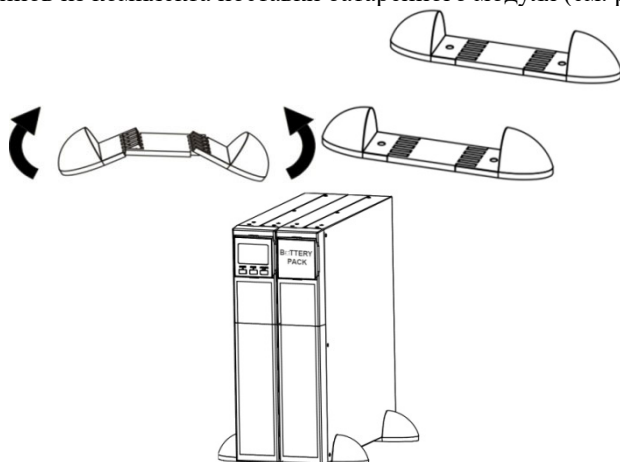

Рисунок 9 – Порядок установки ИБП совместно с БМ в вертикальное напольное (настоельное) положение
7.1.5 Установку ИБП совместно с БМ в вертикальное положение следует производить аналогично п.7.1.4 при помощи кронштейнов для вертикальной установки и длинных вставок кронштейнов из комплекта поставки батарейного модуля (см. рисунок 9).